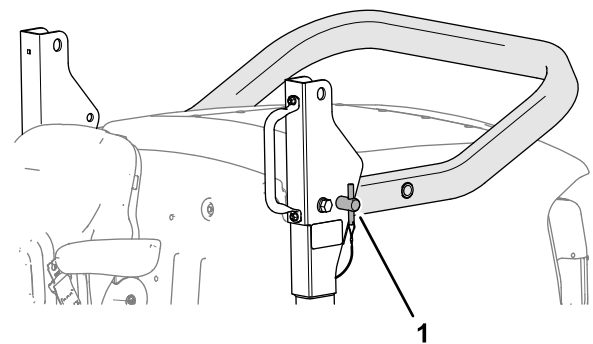

Bild 21
5. Führen Sie die Überrollbügelstifte in die unteren Löcher der Schwenkhalterungen (Bild 21).